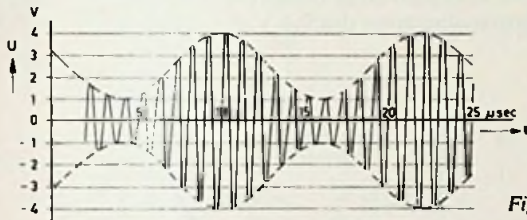

Fig. 1.
- 1 In fig. 1 is weergegeven een amplitude-gemoduleerde spanning. Bepaal: